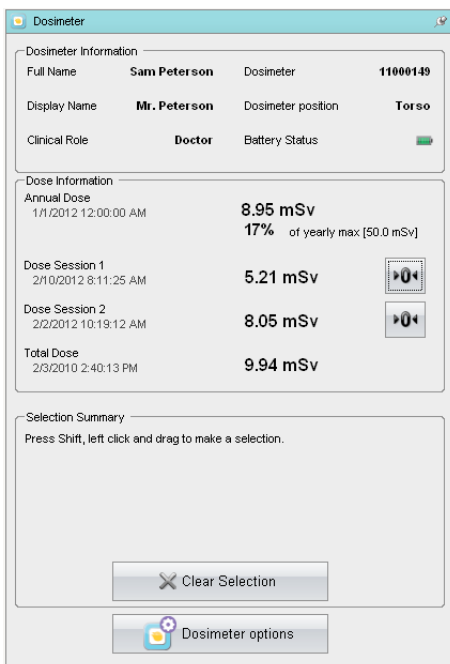

Figure 4. Panneau du dosimètre
3. Accédez à la boîte de dialogue des options du dosimètre en cliquant sur les options du dosimètre (voir “Figure 4. Panneau du dosimètre” à la page 11). La boîte de dialogue des options du dosimètre se compose de deux onglets : L'onglet Information et l'onglet Réglages comme indiqués ci-dessous.